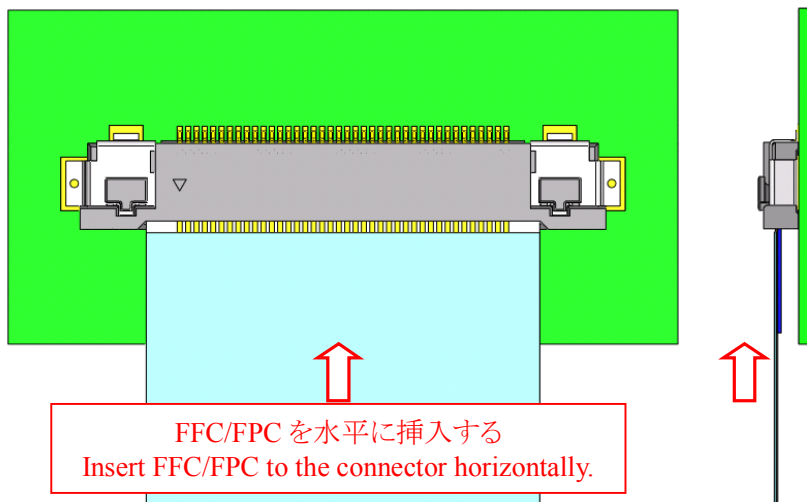

図. 2-3 FFC/FPC 挿入方法 2 / Fig.2-3 FFC/FPC inserting method 2
- ② 図 2-3 の様に、FFC/FPC をコネクタに対して、水平に挿入していき、奥までしっかり挿入する。
Please insert FFC/FPC to the connector horizontally and push all the way in. (Fig.2-3)